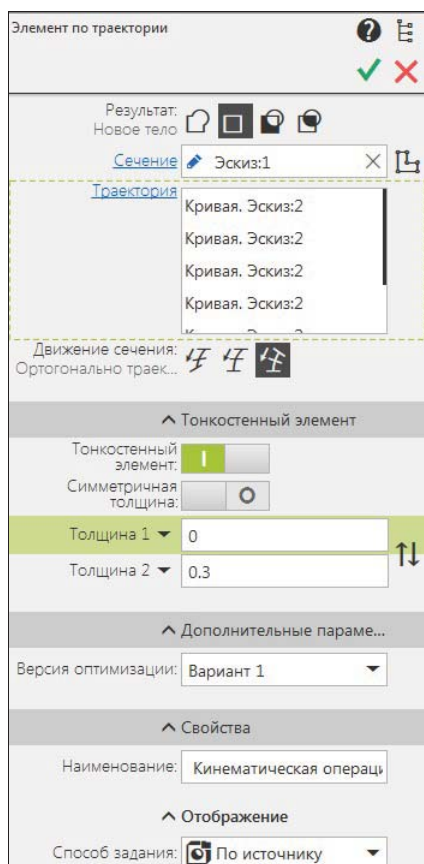

Рис. 19.21. Панель Параметры:
- ◆ на панели инструментов **Элементы тела** нажмите кнопку **Элемент выдавливания** и из выпадающего меню вызовите команду  — **Элемент по сечениям**. На панели **Параметры: Элемент по траектории** (рис. 19.21) обратите внимание на такие группы:
- ◆ щелкните ЛК по кнопке **Создать объект** на панели **Параметры** — модель воздуховода построена. В **Дереве** модели появился объект **Элемент по траектории** (см. рис. 19.21).